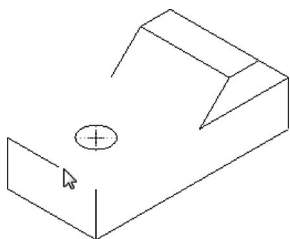

图 2-31 确定平行四边形第一点
STEP 03 在绘图区中左上方的端点上单击鼠标左键，确定平行四边形的第一点，向左下方移动鼠标指针，如图 2-31 所示。